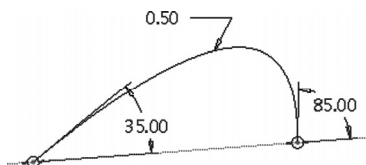

图 2-64 创建圆锥相切尺寸
5) 单击鼠标中键来放置该尺寸。创建圆锥相切尺寸(共两处),如图2-64所示。